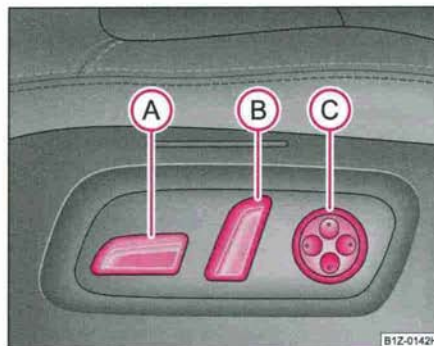

Fig. 61 Vue latérale:
- Poussez le contacteur **(A)** ou **(B)** ⇒ page 84, fig. 61 dans le sens du réglage souhaité.
- Poussez le contacteur **(C)** AV ⇒ page 84, fig. 61 afin d'augmenter la courbure de l'appui lombaire.